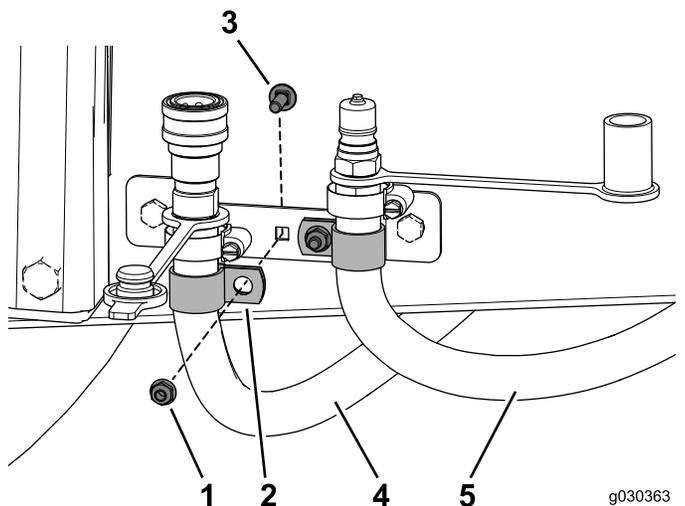

Figura 40
- 3. Coloque 1 abrazadera en R alrededor de cada una de las mangueras (Figura 40).
- 4. Fije la abrazadera en R con el perno de cuello cuadrado (1/4" x 3/4") y la tuerca con arandela prensada (Figura 40).